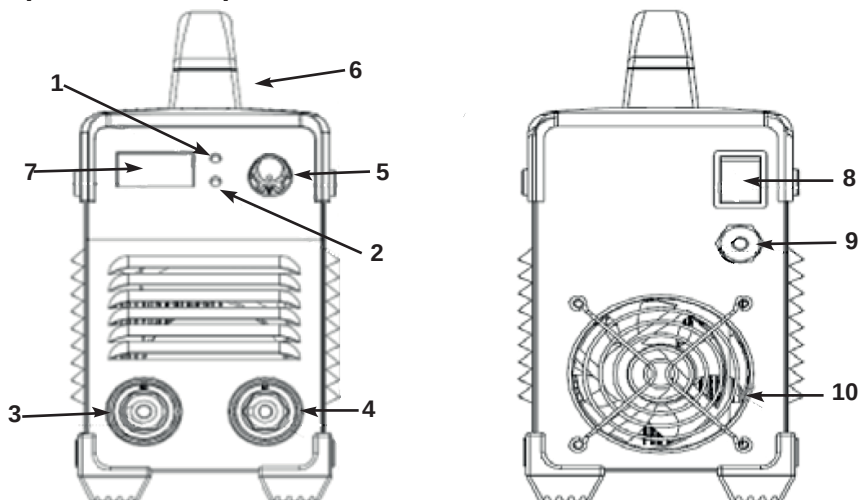

Рисунок 1: Устройство аппарата PONTÉ 201 MOST
1. Подключить кабель для сварки электродом и кабель заземления к разъемам **3 (+)** и **4 (-)** в соответствии с инструкцией для данного типа электрода (рис. 1).